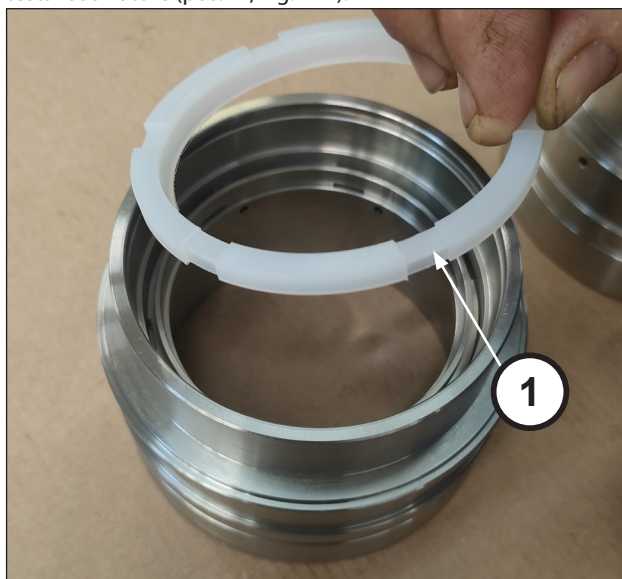
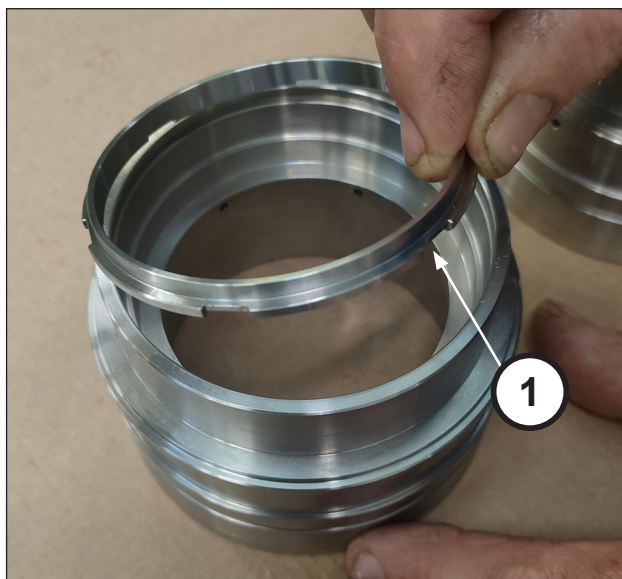

Fig. 146
Fig. 147
Rimuovere l'anello raschiatore (pos. ①, Fig. 146) e l'anello di testa raschiatore (pos. ①, Fig. 147).